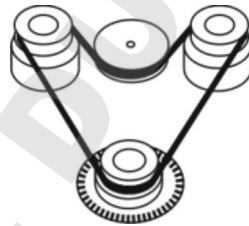

Fig.2 Remplacement de la courroie en caoutchouc
- Enlevez les 4 vis de fixation situées sur la face inférieure du dispositif, puis ôtez la plaque inférieure. Remplacez la courroie en caoutchouc (fig.2).